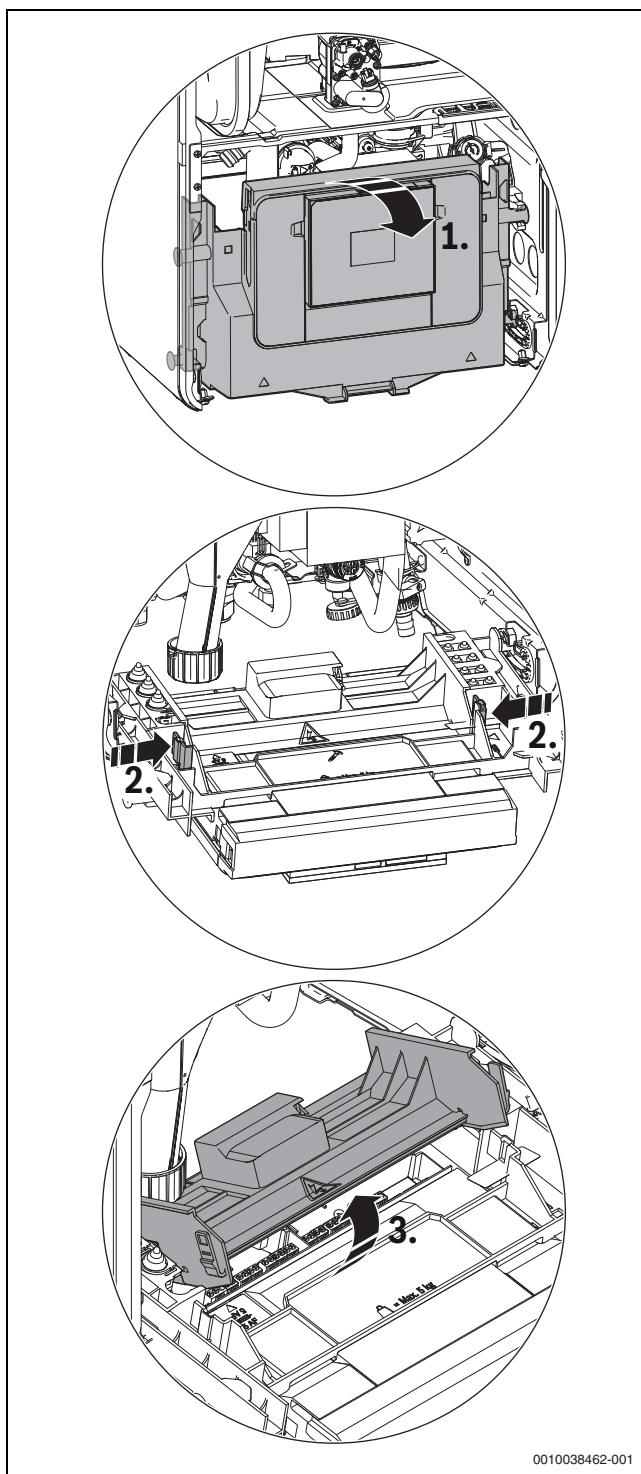

Fig. 38 Ouverture du cache
- ▶ Rabattre l'appareil de commande (→ fig. 38).